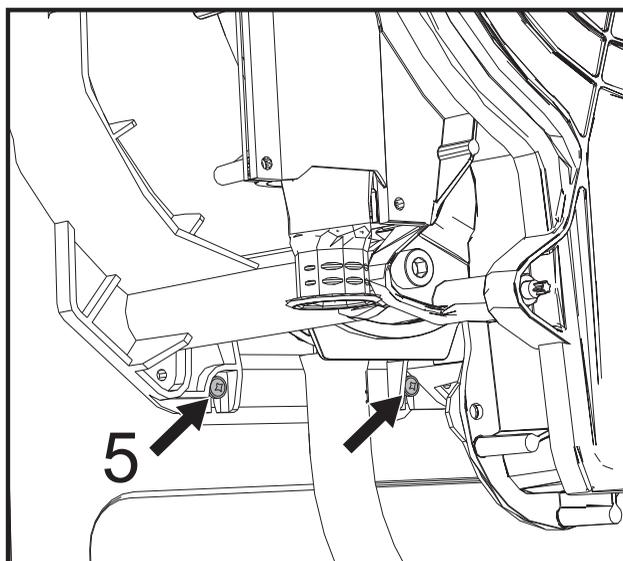

fig. 64
- Afloje los dos tornillos **inferiores "5"** que fijan el intercambiador al bastidor (fig. 64).